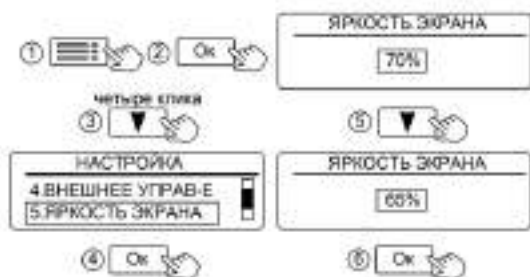

Рисунок 19. Настройка яркости экрана
11.1.5 «5.ЯРКОСТЬ ЭКРАНА» - установка яркости экрана по шкале 0-100% с шагом градации 5% (см. рис. 19).